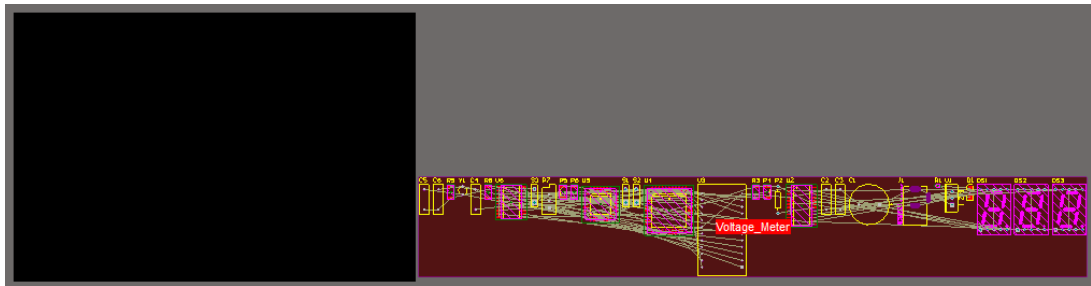

图 11-11 原理图向 **PCB** 的转移
(8) 所有验证都通过以后, 单击 **Execute Changes** 按钮, 此时会真正执行更新操作, 将原理图的内容转移到 **PCB** 文档中。
(9) 如果在 **PCB** 文档中无法观察到转移后的元件封装, 单击 **PCB** 标准工具栏上的  按钮或者按下热键 **V + D**, 使编辑窗口显示整个文档, 如图 11-11 所示, 可以看到, 在 **PCB** 板框右侧紧贴着一个枣红色的矩形方框, 该方框即为 **Room**。系统会自动为每个原理图文档生成一个 **Room**, **Room** 中间的红底白字 “**Voltage_Meter**” 为其名称。原理图中的所有元件都放置在该 **Room** 中。在 **PCB** 中, 这些元件已经由其对应的封装表示。元件由很多交叉的白色预拉线 (**Ratsnest**, 又称飞线) 连接在一起。预拉线是由 **PCB** 连接分析器在加载原理图网表到 **PCB** 文档中时自动产生的。预拉线构成的拓扑结构默认是最短拓扑。预拉线无法被选中, 也无法进行交互式编辑。但可以通过菜单 **View >> Connections** 下面的菜单命令来显示 (**Show**) 或者隐藏 (**Hide**) 预拉线。使用预拉线连接的元件引脚之间具有电气连接关系, 在进行电路板布线时, 需要用真实的铜箔导线来代替预拉线。当铜箔导线完成两个引脚之间的连接时, 引脚之间的预拉线会自动消失。